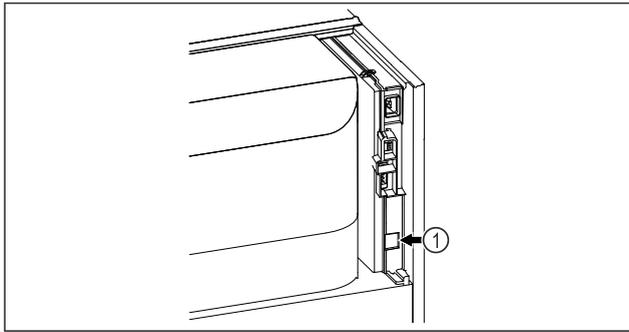

Fig. 73
- SmartModule Fig. 73 (1) este instalat.